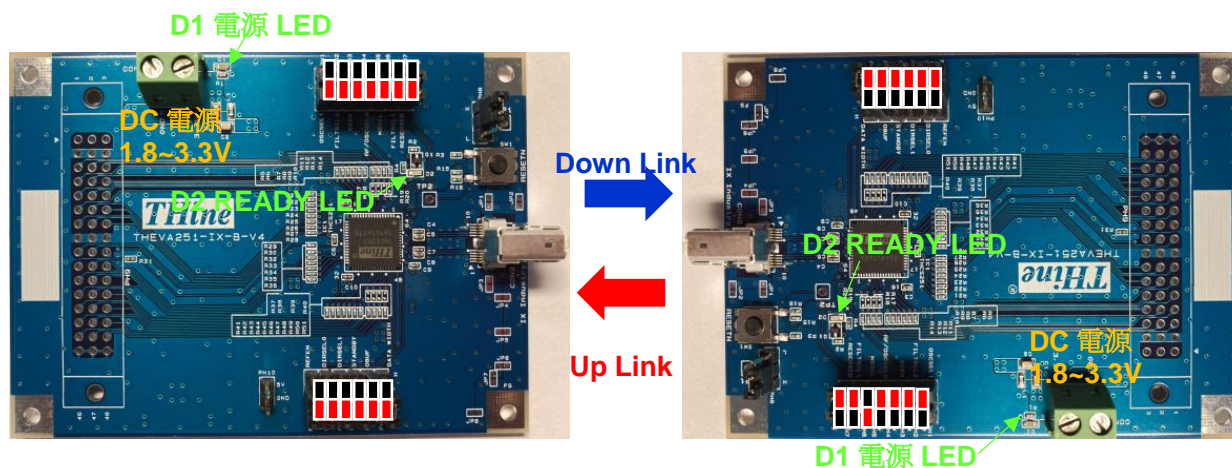

図 3 クイックスタート端子設定
1.3.1 図 3 のようなジャンパピンを設定されたマスターボードとスレーブボード同士を LAN ケーブルで接続します。